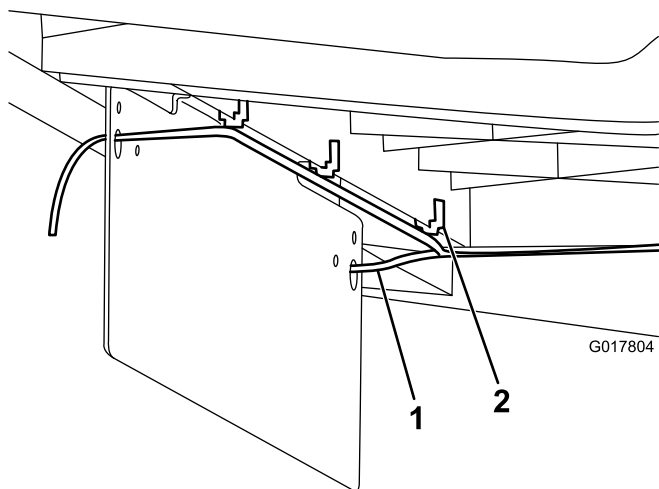

図 12
2. 荷台の下側にクリップを取り付けてワイヤハーネスを配設する (図 12)。
3. プレートブラケットの大きい穴にワイヤを通す(図 12)。